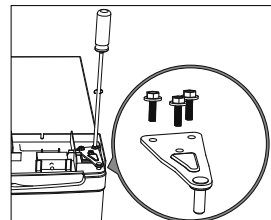

Abb. 4
- ▶ Lösen Sie die drei Halterungsschrauben (9) des oberen Scharniers (10) mit dem 8er-Schraubenschlüssel oder Kreuzschlitzschraubendreher und entfernen Sie das Scharnier (Abb. 4).
- ▶ Entfernen Sie die beiden Gehäuseschrauben (11) auf der anderen Seite der Kunststoffleiste und setzen Sie diese auf der anderen Geräteseite wieder ein.